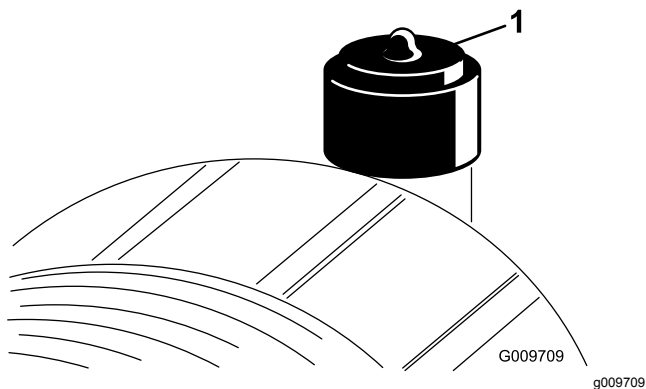

Figura 54
Faça a manutenção ao filtro de ar apenas quando o indicador de manutenção (Figura 54) o exigir. Mudar o filtro de ar antes de ser necessário apenas aumenta a possibilidade de entrar sujeira no motor quando retira o filtro.
2. Reinicie o indicador (Figura 54) se este se apresentar vermelho.